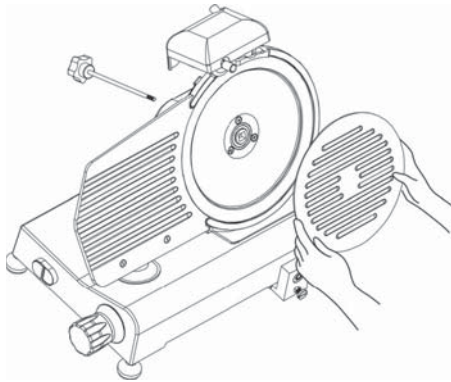

FIG. nr. 6 – Het losmaken van de beschermkap
Schroef de knop van de trekstaaf (1) los (zie FIG. nr. 6) om de beschermkap (2) los te maken.
**WAARSCHUWING: de reiniging van het mes moet worden uitgevoerd met metalen handschoenen (3) en een natte doek.**